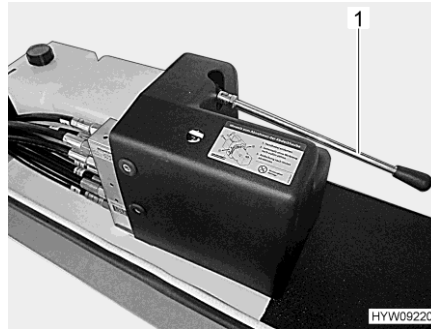

Bild 45 Hebel (Notbedienung)
- Hubstütze mit Handpumpe einfahren. Dazu mit dem Hebel (Bild 45,1) pumpen, bis die Hubstütze eingefahren ist.